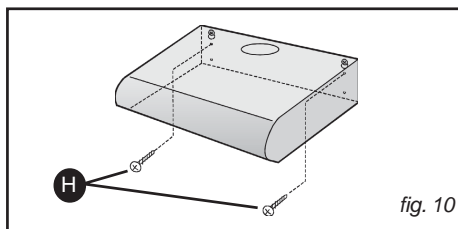

fig. 10
- Approchez votre hotte du mur et accrochez-la aux 2 vis ; par l'intérieur de votre hotte, vissez les 2 vis complètement. Fixez complètement votre hotte en insérant les 2 autres vis H (Fig. 10).
- Approchez votre hotte du mur et accrochez-la aux 2 vis; de l'intérieur de votre hotte, vissez les 2 vis complètement. Fixez votre hotte définitivement en insérant les 2 autres vis H (Fig. 10).